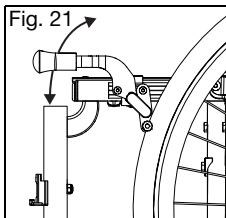

Fig. 21
5. Pruebe siempre el nuevo estado del seguro de la rueda sobre una superficie plana y nivelada. Con los seguros activados, las ruedas no deben poder desplazarse ni moverse. Si los seguros de las ruedas no están ajustados correctamente, es indispensable modificarlos hasta que así lo estén. Ver Fig. 21.